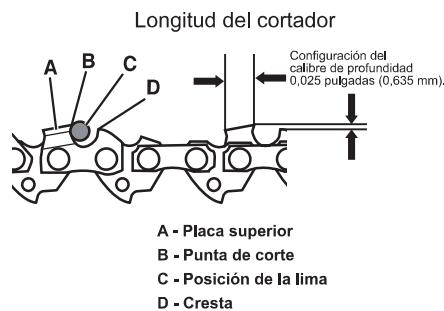

Fig. 16
Compre una cadena nueva, lleve la cadena para que la afile un profesional en un centro de servicio certificado o afílela usted mismo con un kit de afilado apropiado. La diferencia en altura entre la punta de corte y la cresta es la configuración del calibre de profundidad (Fig. 16).
- La configuración del calibre de profundidad se reduce también con cada afilado. Cada 5 afilados, use una herramienta de medición del calibre de profundidad verificar la altura de la punta de corte y de la cresta (Fig. 16). Cuando sea necesario, use una lima plana para limar la cresta y alcanzar una configuración del calibre de profundidad de 0,025 pulgadas (0,635 mm).